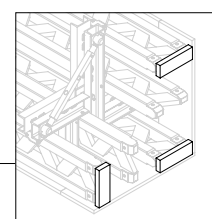
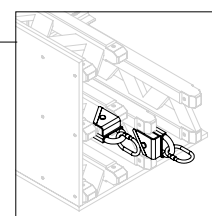

Fig. A3.06a
Fig. A3.06b
6. Se necessario, montare le staffe di sollevamento 24 in alto (Fig. A3.06b) e le tavole di scorrimento in basso (Fig. A3.06a).